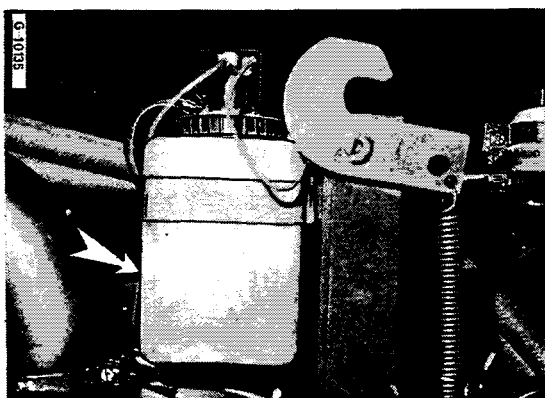

Figure 15c
Le commutateur (3) Fig. 5 actionne le lave-glacé et les essuie-glacé. Refaites régulièrement le plein du récipient, Fig. 15c, en ajoutant un détergent approprié. Pendant la saison froide ajoutez un produit antigel du commerce pour assurer le fonctionnement du lave-glacé.